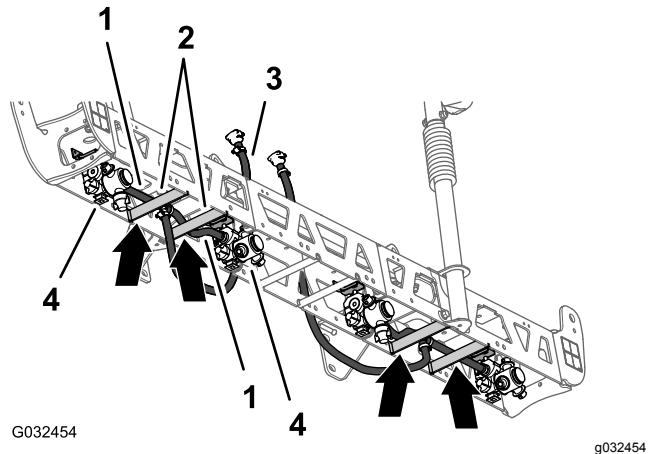
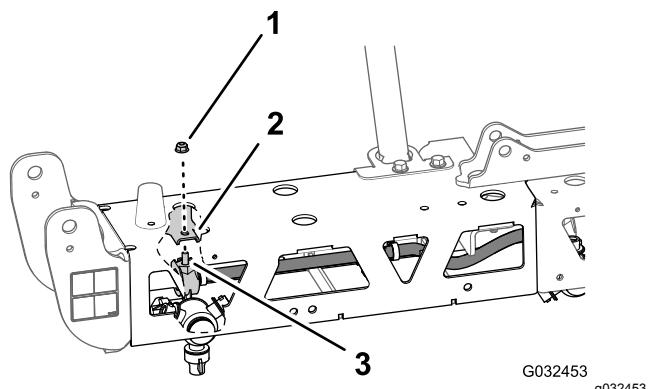

图59
图60
1. 将软管和喷嘴组件布置到外部桁架的两个桁架支杆之间 图59。
2. 将软管和喷嘴放到桁架支杆上方向外对着外侧喷嘴固定架 图59。
3. 将喷嘴的六角头螺栓 5/16 x ¾ 英寸对准并穿过喷嘴固定架中的孔使用 GeoLink 喷洒系统完成套件中的凸缘锁紧螺母 5/16 英寸将喷嘴松松固定到固定架上 图60。
4. 将另一软管 13mm 和喷嘴组件布置到外部桁架的两个桁架支杆之间 图59。
5. 将软管和喷嘴放到桁架支杆上方向内对着内侧喷嘴固定架 图59。
6. 将喷嘴的六角头螺栓 $5/16 \times \frac{3}{4}$ 英寸对准并穿过喷嘴固定架图60中的孔使用在拆卸喷嘴(页码21)的步骤1和4中卸下的凸缘锁紧螺母 $5/16$ 英寸将喷嘴松松固定到固定架上。
8. 使用左右支撑托架将软管和宝塔连接器 $13 \times 810\text{mm}$ 放到中间喷洒段的侧面图59。
9. 对另一外部桁架上的另一软管和喷嘴重复步骤1至8图59和图60。